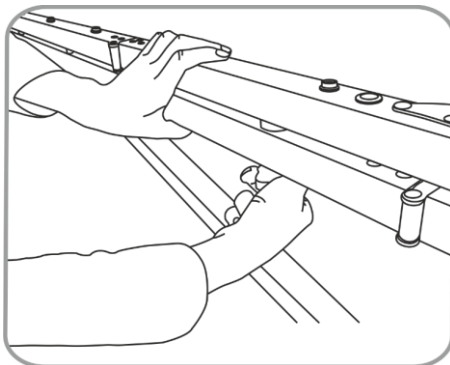
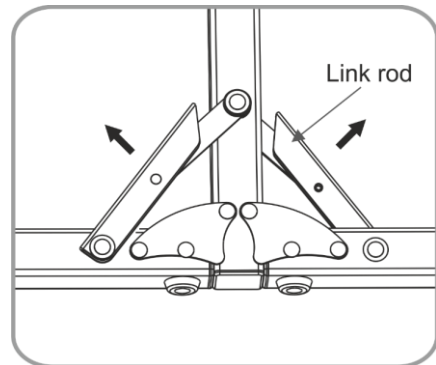

Abb. 20
Abb. 21
- 04) Entfernen Sie die Sicherungsschrauben an den Beinen und nehmen Sie die Beine ab (Abb. 20). Ziehen Sie die Sicherung der Beine nach oben und entfernen Sie die Schrauben. Schieben Sie die Beinrohre in die Beine und drehen Sie die Schrauben danach wieder fest. Schließen Sie die Gelenke und legen Sie die Rahmenbeine zusammen (Abb. 21, 22 und 23).